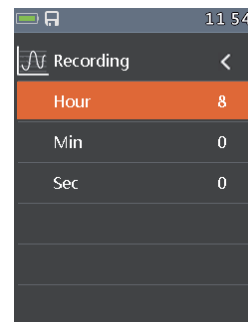

Fig134
- (Fig134) Impostazione della durata della registrazione, da 1 min a 9h: 59 min.